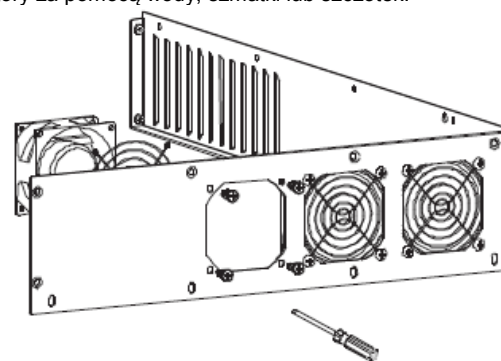

Fig 8.1.4
8. Zdemontuj i wyczyść wentylatory chłodzące. Rozkręć i zdejmij wentylatory chłodzące jak pokazano na rysunku Fig8.1.4. Wyczyść wentylatory za pomocą wody, szmatki lub szczotek.